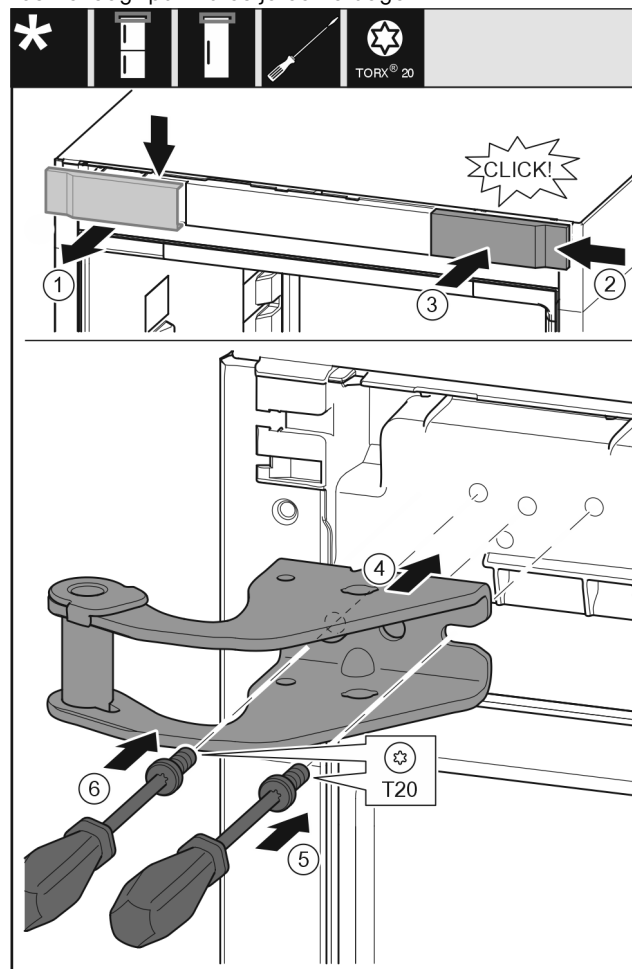

Fig. 11
- ▶ Võtke kate ülaltpoolt ettepoole ära. Fig. 11 (1)
- ▶ Haakige kate 180° pööratult teisel küljel paremalt külge. Fig. 11 (2)
- ▶ Fikseerige kate. Fig. 11 (3)
- ▶ Pange ülemine laagripukk kohale. Fig. 11 (4)
- ▶ Pange kruvi kruvikeerajaga T20 kohale ja keerake kinni. Fig. 11 (5)
- ▶ Pange kruvi kruvikeerajaga T20 sisse ja keerake kinni. Fig. 11 (6)